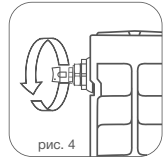

рис. 4
- 8.4. Для удаления воздуха из радиатора в верхний коллектор обязательно установка крана Маевского\* или автоматического воздухоотводчика. Для удаления воздуха через кран Маевского необходимо периодически (несколько раз в году) вручную стравливать его с помощью специального ключа\* (рис. 4)